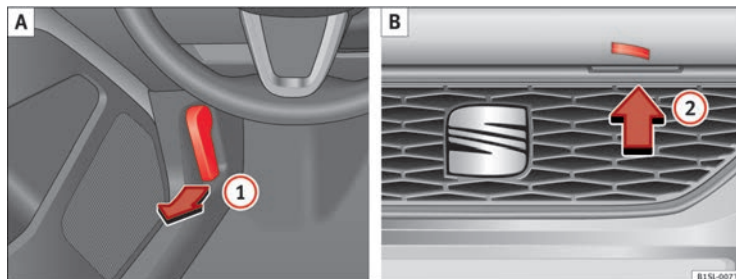

Abb. 109 A: Einriegelungshebel im Fußraum auf der Fahrerseite. B: Einriegelungshebel an der Motorraumklappe.
- Vor dem Öffnen der Motorraumklappe sicherstellen, dass die Scheibenwischerarme an der Frontscheibe anliegen ⇒ ①.
- Entriegelungshebel ① in Pfeilrichtung ziehen ⇒ Abb. 109 A. Die Motorraumklappe springt durch Federkraft aus der Verriegelung des Schlossträgers ⇒ △.
- Motorraumklappe etwas anheben und gleichzeitig den Entriegelungshebel ② B in Pfeilrichtung drücken, um die Motorraumklappe vollständig zu öffnen.
- Klappenstütze in Pfeilrichtung aus der Halterung ③ C an der Motorraumklappe nehmen und in die dafür vorgesehene Öffnung ④ D (Pfeil) setzen.